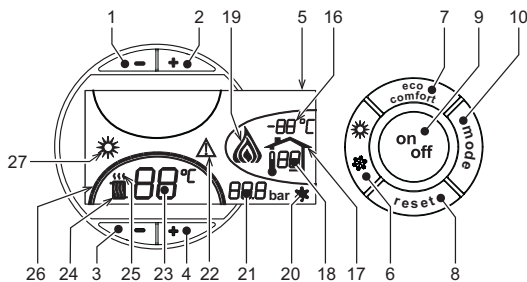
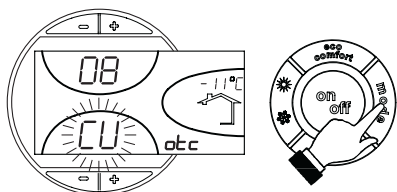
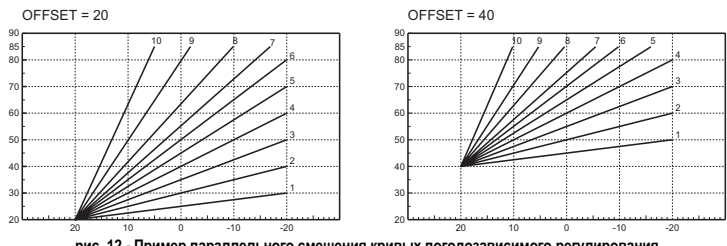

рис. 1 - Панель управления
рис. 9 - Кривая погодозависимого регулирования
рис. 12 - Пример параллельного смещения кривых погодозависимого регулирования
Нажмите клавишу on/off (поз. 9 - рис. 1) в течение 1 секунды.
Для повторного включения котла снова нажмите клавишу on/off (поз. 9 рис. 1) в течение 1 секунды.
- Нажмите кнопку ВКЛ/ВЫКП (9 - рис. 1)
Нажмите клавишу Лето/Зима (поз. 6 - рис. 1) на 1 секунду.
На дисплее высвечивается символ "Лето" (поз. 27 - рис. 1). При этом котел будет вырабатывать только воду для ГВС. Остается активная система защиты от замерзания.
Для выключения режима "Лето" вновь нажмите клавишу Лето/Зима (Поз. 6 - рис. 1) на 1 секунду.
Температура в системе отопления регулируется в пределах от 30 °C до 80 °C с помощью клавиш (поз. 3 и 4 - рис. 1); однако, не рекомендуется эксплуатировать котел при температуре ниже 45 °C.
Температура (поз. 3 и 4 - рис. 1) в системе ГВС регулируется в пределах от 10°C до 65°C с помощью клавиш (поз. 1 и 2 - рис. 1).
При наличии датчика температуры наружного воздуха (опция) на дисплее панели управления (поз. 5 - рис. 1) отображается измеряемая этим датчиком температура. При этом система управления котлом работает в режиме "Плавающая температура". В этом режиме температура воды, подаваемой в систему отопления, регулируется в зависимости от климатических условий внешней среды с тем, чтобы обеспечить максимальный комфорт и экономию энергетических ресурсов в течение всего года. Так, при повышении внешней температуры понижается температура подачи воды в систему отопления, что производится по определенной "кривой погодозависимого регулирования".
С переключением на режим "Плавающей температуры" показатель температуры, устанавливаемый клавишами (дет. 3 и 4 - рис. 1) соответствует максимальной температуре подачи воды в систему отопления. Рекомендуется задавать максимальное значение температуры с тем, чтобы позволить системе регулировать ее по всему рабочему диапазону.
При однократном нажатии клавиши Режим (поз. 10 - рис. 1) на дисплее высвечивается текущая кривая погодозависимого регулирования (рис. 9), которую можно изменить с помощью клавиш задания температуры воды ГВС (поз. 1 и 2 - рис. 1).
При нажатии клавиш регулировки температуры отопления (поз. 3 и 4 - рис. 1) получается доступ к функции параллельного изменения кривых (рис. 12), выполняемого с помощью клавиш регулировки температуры в контуре ГВС (поз. 1 и 2 - рис. 1).
При повторном нажатии клавиши Режим (поз. 10 - рис. 1) осуществляется выход из режима регулировки параллельных кривых.
Если к котлу подключено устройство дистанционного управления с таймером (опция), вышеописанные регулировки производятся в соответствии с указаниями, приведенными в таблице 1. При этом на дисплее пульта управления (поз. 5 - рис. 1) высвечивается температура в помещении, измеряемая устройством дистанционного управления.
Выбор режимов ECO/COMFORT	При выключении режима ГВС с пульта ДУ котел переходит в режим "Эко-потребление". В этих условиях клавиша 7 рис. 1 - на панели котла отключена. При включении режима ГВС с устройства ДУ с таймером котел устанавливается в режим Comfort. В этих условиях с помощью клавиши 7 рис. 1 - на панели управления котла можно выбрать любой из этих двух режимов.